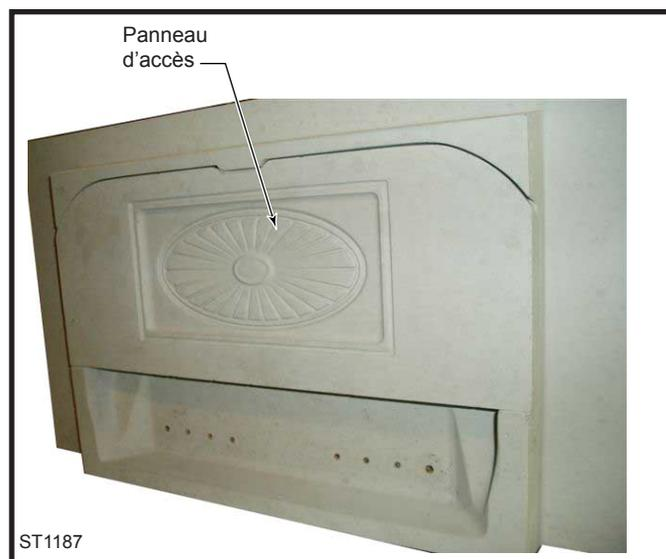

Fig. 27 Retirer le panneau d'accès.
1. Retirer le panneau d'accès en le soulevant délicatement et en tirant la partie inférieure. (Fig. 27)